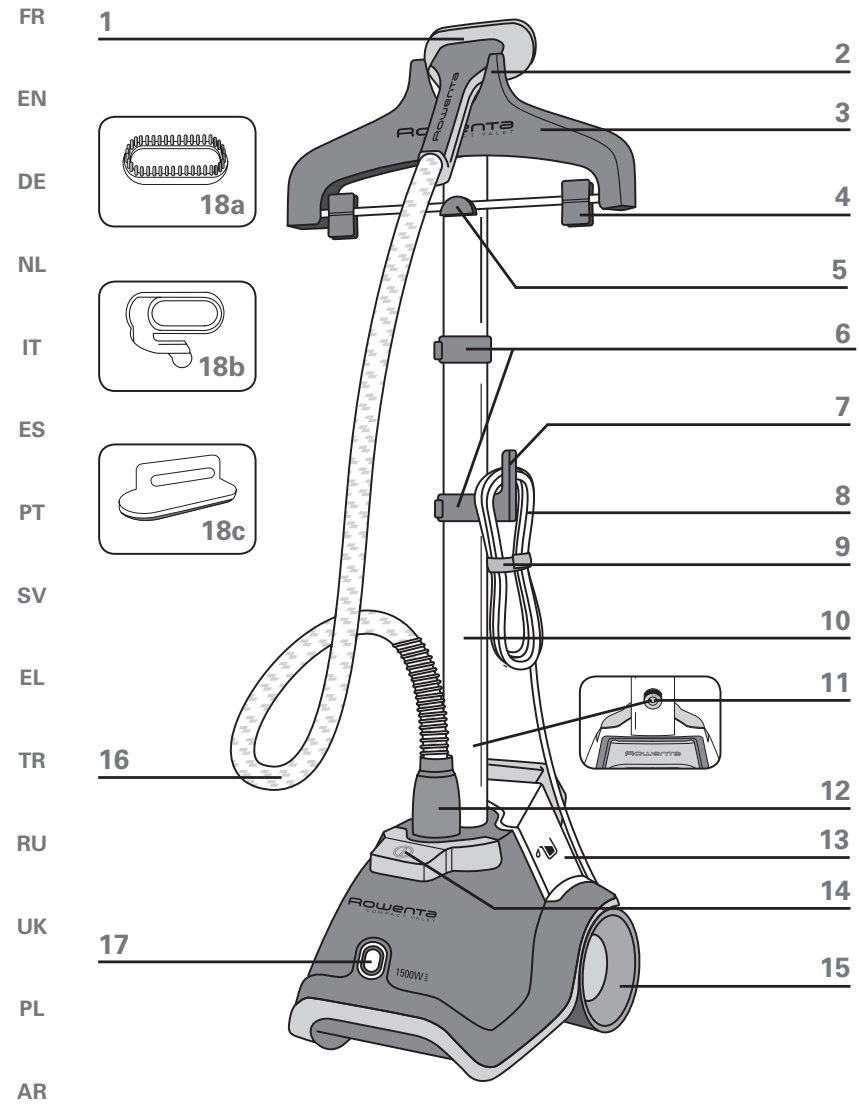

fig. 1
1. Dévissez et retirez la vis de fixation du mât qui se trouve sur la base. (fig. 1)